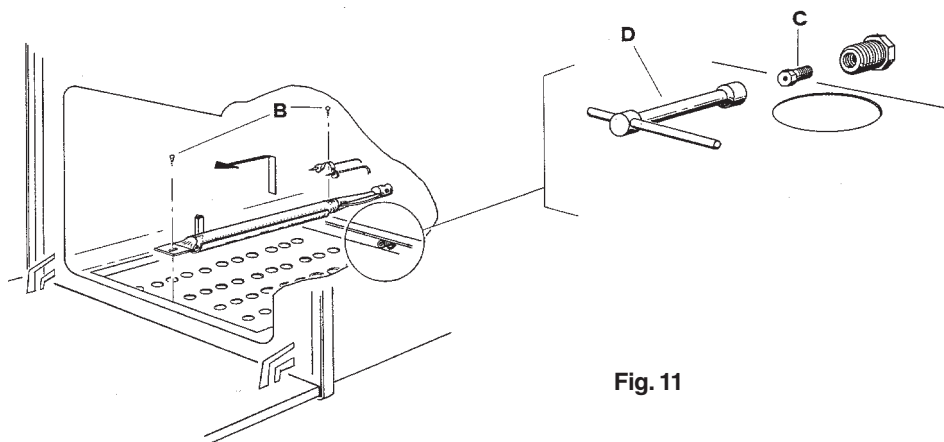

Fig. 11
- Sfilare il bruciatore svitando le viti di fissaggio sulla suola (B-fig.11);
- Svitare l'iniettore (C), servendosi di una chiave a tubo (D) da 7 mm. e sostituirlo con quello adatto al nuovo tipo di gas (vedi tabella);